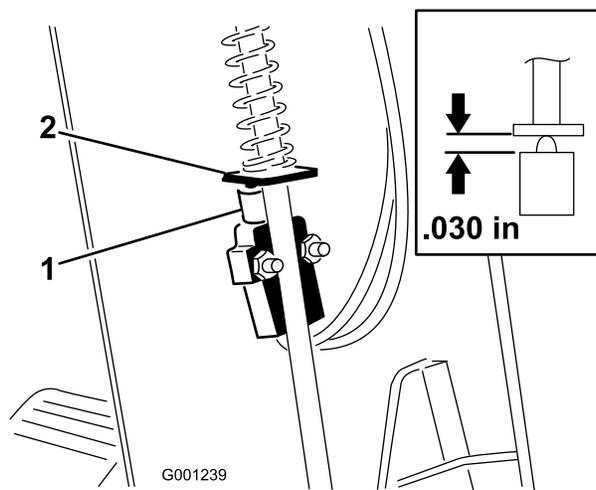

Figura 62
3. Alzate il copripiantone fino ad esporre l'interruttore del FRENO DI STAZIONAMENTO (Figura 62).
5. Allineate l'anello dell'asta del freno di stazionamento in relazione al pulsante dell'interruttore (Figura 62)
6. Premete l'asta del freno di stazionamento e alzate l'interruttore finché la lunghezza compressa del pulsante dell'interruttore non è di 0,76 mm (Figura 62, inserto).